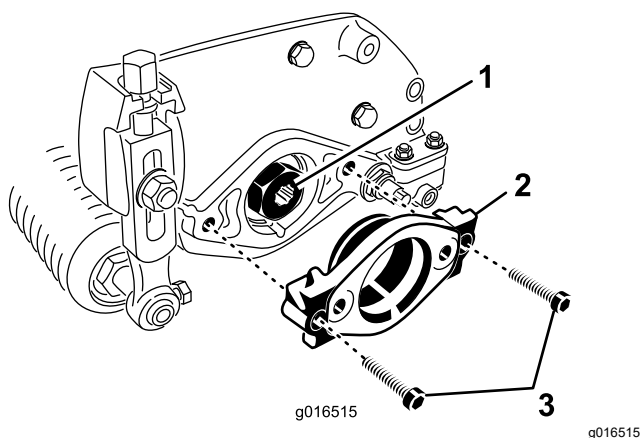

Figura 7
2. Remova os dois parafusos de cabeça allen que prendem a montagem do motor à extremidade esquerda da unidade de corte. Remova a montagem do motor (Figura 7).
3. Aplique massa lubrificante no diâmetro interior do veio de saída da transmissão (Figura 7).
4. No lado esquerdo da unidade de corte, aplique uma leve camada de óleo no anel de retenção e instale a montagem do motor com os dois parafusos de cabeça Allen previamente removidos (Figura 7). Aperte os parafusos com uma força de 16 a 20 N·m.